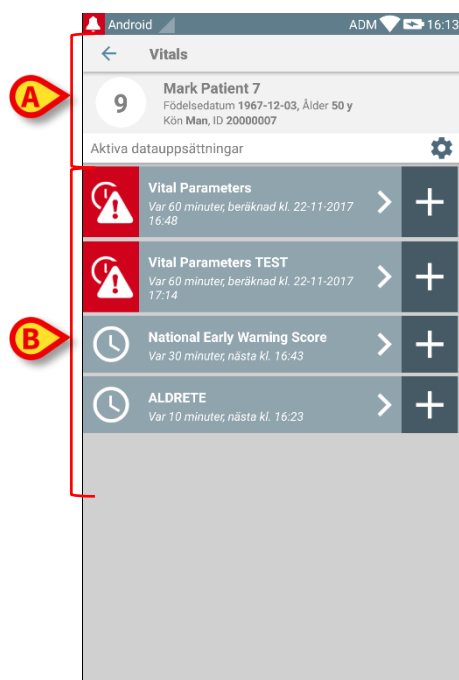

Fig. 60
- Tryck på en ruta för att komma åt listan över datauppsättningar som har aktiverats för motsvarande patient (Fig. 60).
Skärmbilden med datauppsättningar består av två områden: Ett rubrikområde (Fig. 60 **A**) och listan över datauppsättningar (Fig. 60 **B**).